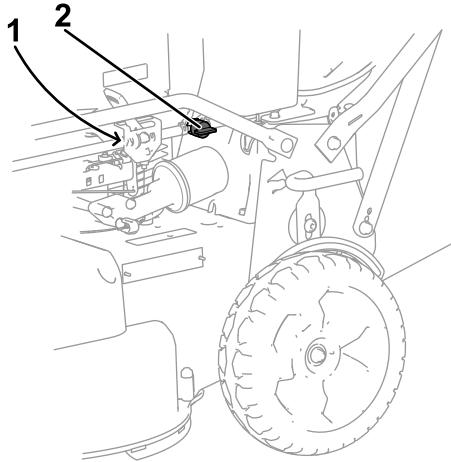

Bild 30
3. Schließen Sie den Kraftstoffhahn (Bild 30).
4. Lösen Sie die Schlauchklemmen um den Kraftstofffilter (Bild 30), um ihn von der Kraftstoffleitung zu entfernen.